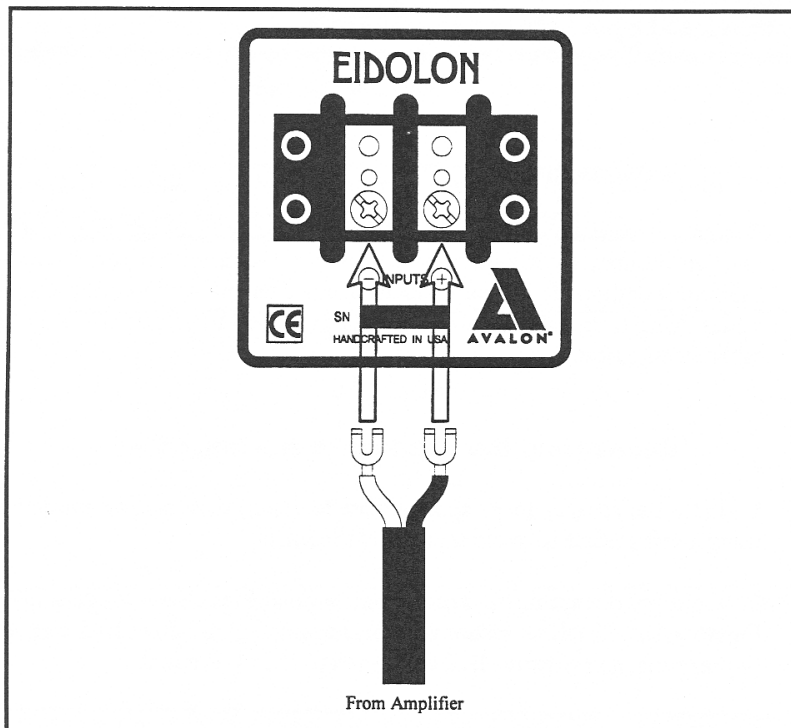

図 5.1 スピーカーとアンプをスタンダード (シングル) ワイヤリングで接続したところを、下から見た場合。
2. スピーカーケーブルをスピーカーの底部にあるターミナルブロックに接続します。(図 5.1 参照) プラス / マイナス極が正しくつながれていることを、確かめてください。